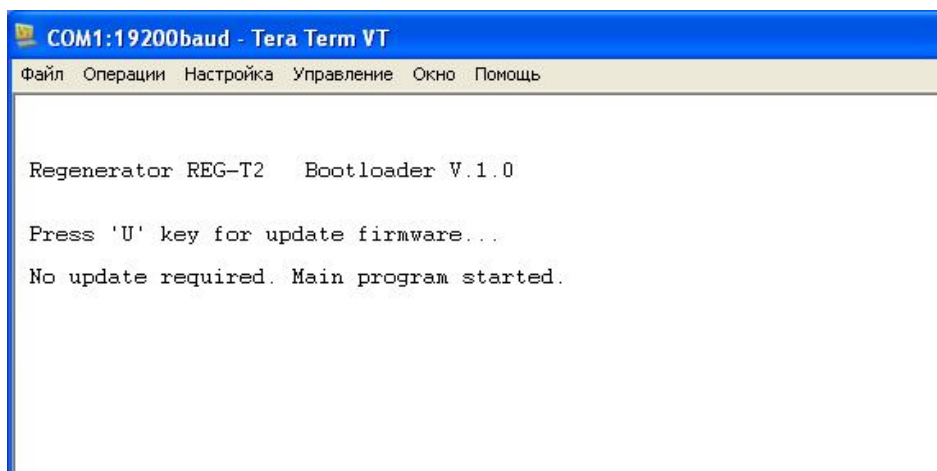

Рисунок 29 – Программа «Tera Term»
При включении питания или при нажатии кнопки SB2 «RESET» в ПО «Tera Term» должна отобразиться версия программного загрузчика (bootloader) и возможность изменения программного обеспечения модуля регенерационного REG-T2 (см. рисунок 29). Порядок изменения ПО модуля REG-T2 описан в разделе 12.
12.3 Произвести перезагрузку модуля REG-T2. После этого в ПО «Tera Term» должна появиться надпись «Press 'U' key for update firmware...» (перевод: Нажмите клавишу 'U' для обновления программного обеспечения...) (см. рисунок 29).